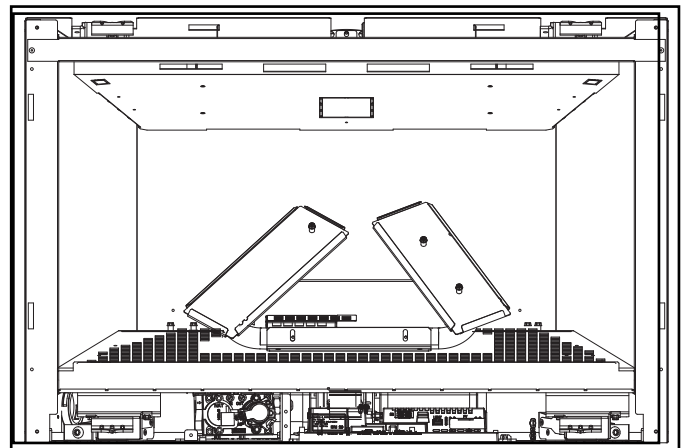

Figure 3.5 Cavité des commandes
- Pour accéder à la cavité des commandes (Figure 3.5), il faut retirer la façade de barrière décorative, le panneau en verre et la plaque d'étanchéité en verre.